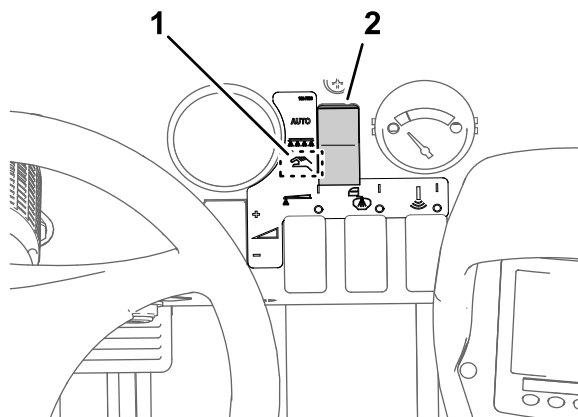

Figura 43
2. Mueva el interruptor del modo de fumigación al modo manual (Figura 43).